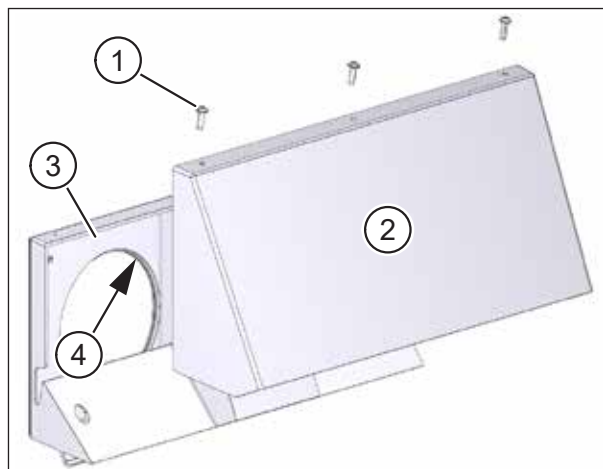

Fig. 12 : Enlever le cache
- ▶ Enlevez les trois vis cruciformes 3,5 x 16 (pos. 1 dans Fig. 12) sur la face supérieure du couvercle de façade.
- ▶ Poussez le cache (pos. 2 dans Fig. 12) env. 10 mm vers le haut. Soulevez le cache de la plaque de base (pos. 3 dans Fig. 12) vers l'avant.
- ▶ Enduisez entièrement de vaseline les deux surfaces étanches de 4 mm de large (pos. 4 dans Fig. 12), côté intérieur.